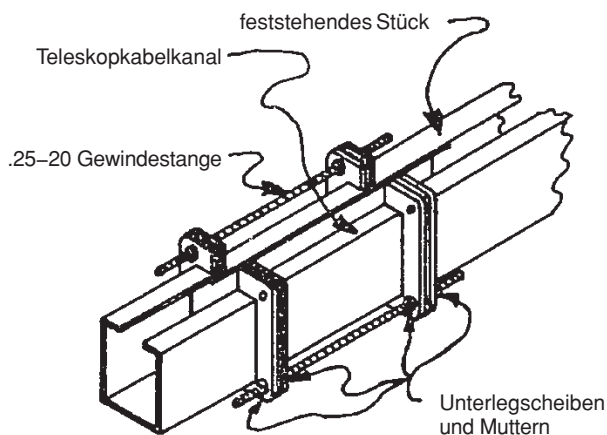

Abb. 11
**Methode II:** Ersetzen Sie an zwei gegenüberliegenden Ecken die Schrauben durch .25–20 Gewindestangen. Montieren Sie die Gewindestangen, Unterlegscheiben und Muttern wie in Abb. 11 beschrieben. Messen Sie nach dem Anziehen der Schrauben die Länge der Erweiterung, um sicherzustellen, daß sie auf beiden Seiten gleich, und nicht schief ist.